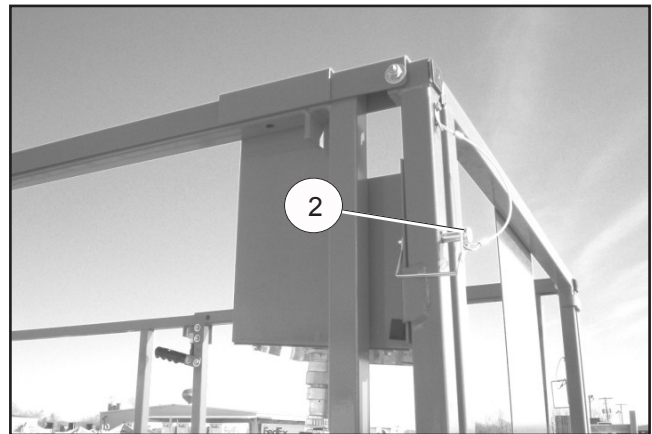

Figura 7 - Controles superiores
2. Retire el pasador (2) que conecta los controles superiores a las barandillas (vea la Figura 7). Coloque los controles superiores sobre el piso de la plataforma.